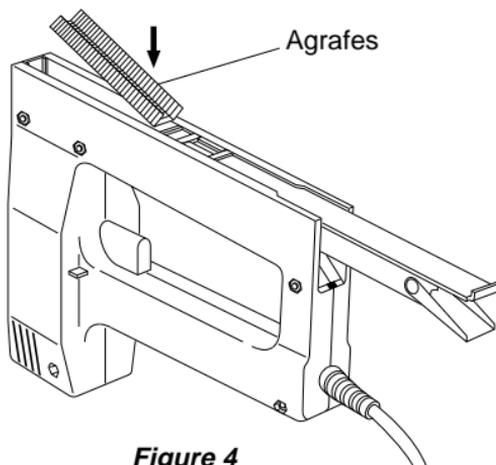

Figure 4
- Déposez les agrafes dans le logement (voir Figure 4).